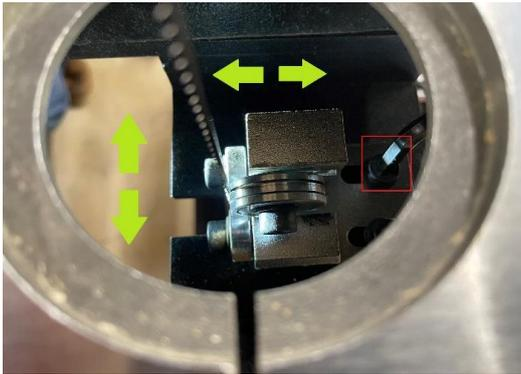

Figure 22
- Diese Einstellung kann vorgenommen werden, indem man die Position der Führung durch die Öffnung des Tischeinsatzes beobachtet (Fig 22).